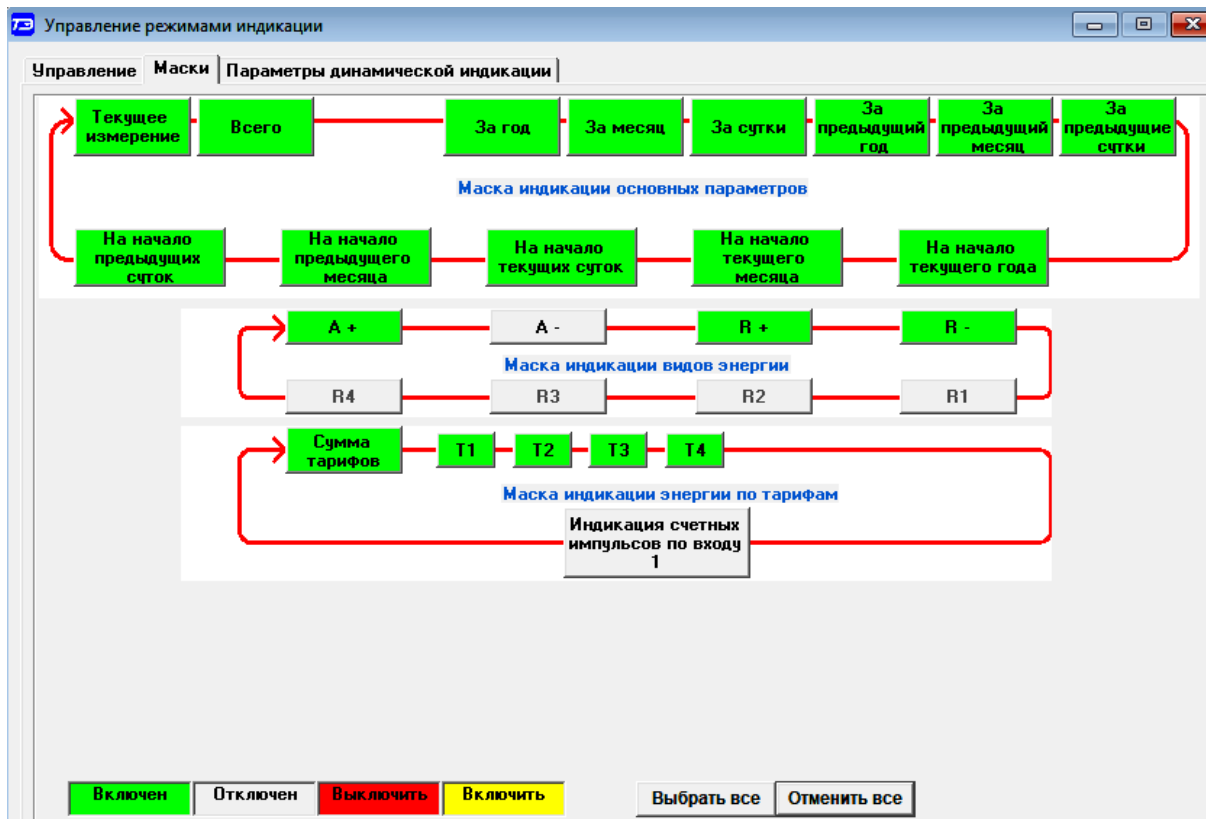

Рисунок 24 – Форма «Управление режимами индикации» вкладка «Маски»
17.3.4 На форме рисунок 24 замаскированными являются режимы индикации активной энергии обратного направления и индикация счетных импульсов по входу 1.